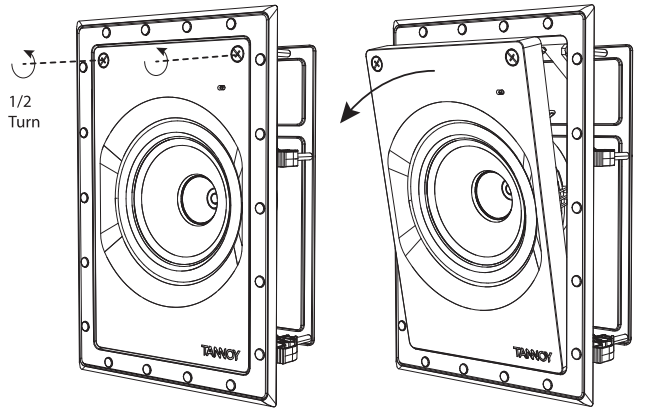

Fig. 4. Removing the Loudspeaker Assembly from the Frame
1. Il gruppo del deflettore dell'altoparlante viene spedito all'interno del telaio e deve essere rimosso come segue: Allentare le due viti di meno di mezzo giro, quindi inclinare il gruppo fuori dal telaio (Fig. 4). Conservalo in un luogo asciutto e sicuro finché non è pronto per essere installato.